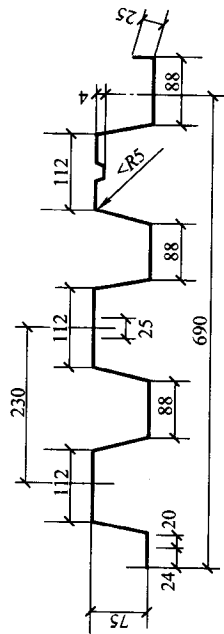

图 1-4 YX75-230-690 (I) 压型钢板外形尺寸
4. YX75-230-690 (I) 压型钢板
YX75-230-690 (I) 压型钢板外形尺寸见图 1-4，其有效截面特性见表 1-4。